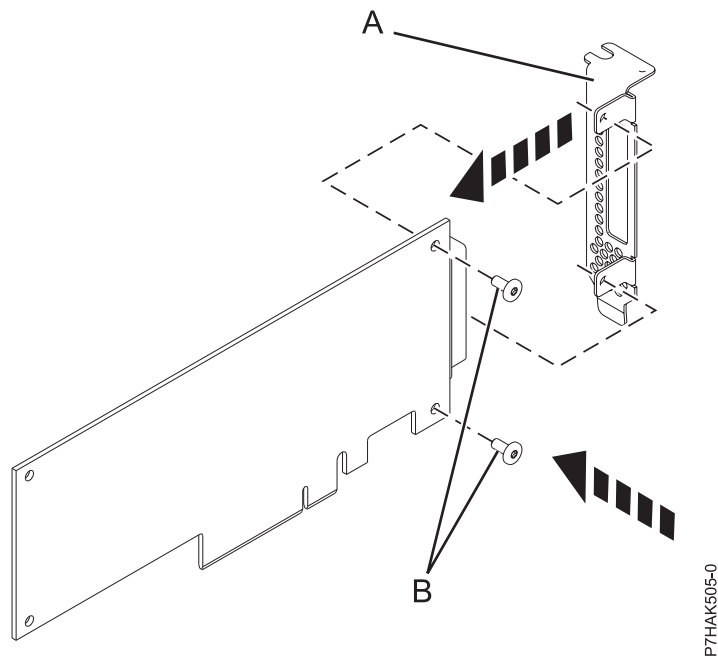

Figura 52. Colocación de la contrapunta de altura reducida en un adaptador PCIe
14. Utilizando un destornillador Phillips y los dos tornillos de retención (**B**), fije la contrapunta (**A**) del adaptador PCIe anómalo en el nuevo adaptador PCIe, como se muestra en la Figura 52 en la página 54.